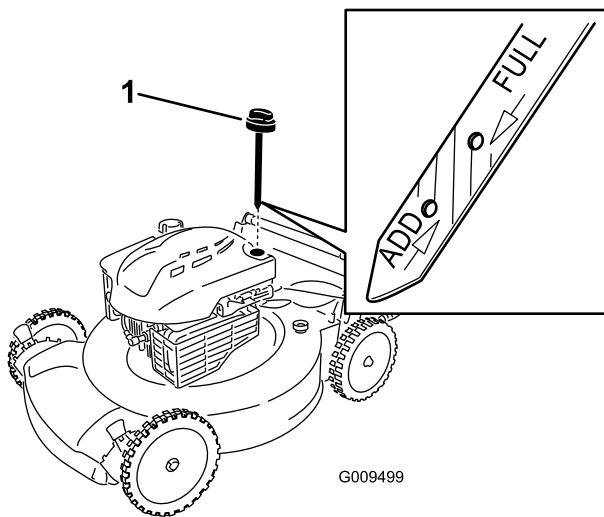

Figure 5
1. Retirez la jauge (Figure 5).
2. Versez de l'huile **lentement** dans le goulot de remplissage pour faire monter le niveau de liquide jusqu'au repère du **plein** (Full) sur la jauge (Figure 5). **Ne remplissez pas excessivement.** (Remplissage max. : 0,59 l (20 oz), type : huile détergente SAE 30 de classe de service API SF, SG, SH, SJ, SL ou supérieure.)